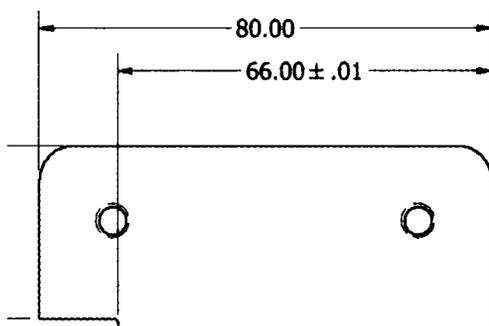

Рис. 6.24. Размер обновился с допуском
4. Нажмите **ОК**, чтобы обновить размер, как показано на рис. 6.24.